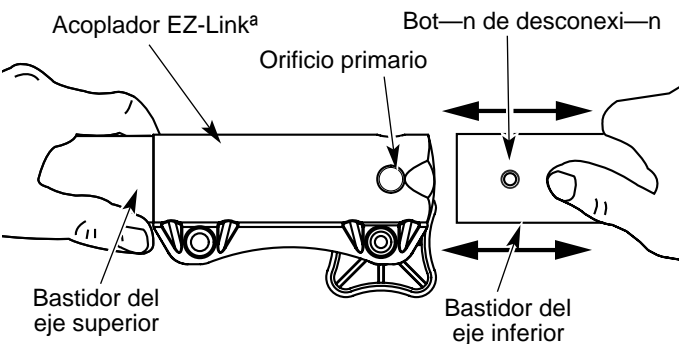

Fig. 7
2. Mientras sostiene el accesorio con firmeza, empujelo en línea recta en el acoplador EZ-Linka (Fig. 7).